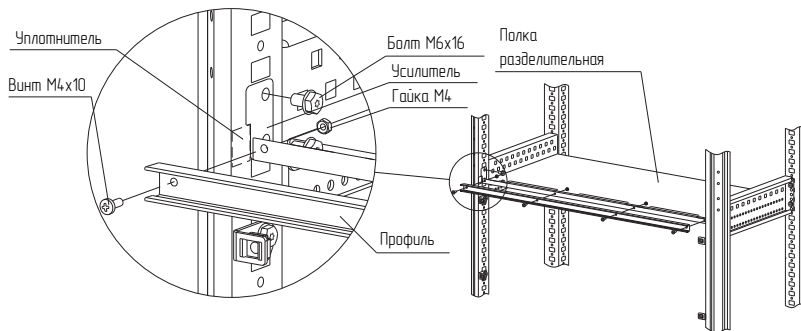

Рисунок 49
4.26.3 Установить усилитель между стойками каркаса (рисунок 49). При установке совместно с полкой разделительной, усилитель должен надеться на переднюю часть полки. Наклеить уплотнитель и прикрепить профиль к усилителю винтами М4×10 и гайками М4. Момент затяжки – 1,5 Н·м.